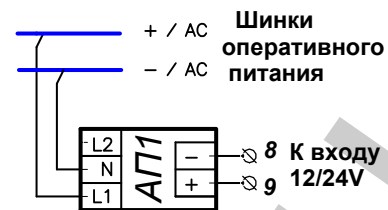

Рис. 7 Схема питания блока БУАВР от изолированного источника оперативного питания
5.6. При питании блока БУАВР от источника оперативного питания 110/220В переменного (выпрямленного) или постоянного тока, не допускающего соединения с нейтралью, рекомендуется использование адаптера питания АП1, который необходимо подключить к входу 12/24В блока БУАВР, рис.7.